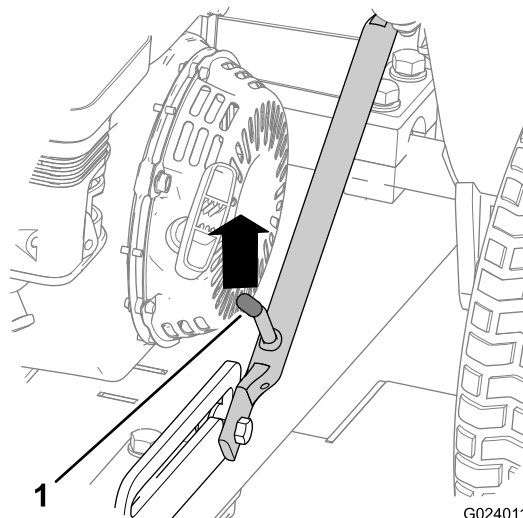
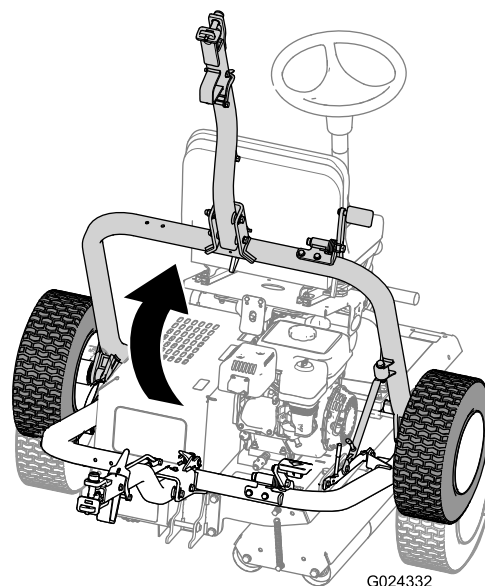

Рисунок 24
Рисунок 28
- A. Поднимайте сцепку, пока фиксирующий рычаг не выйдет из зацепления с прорезью защелки (Рисунок 24).
D. Поднимайте сцепку (Рисунок 28), пока фиксирующий рычаг не войдет в зацепление с прорезью защелки (Рисунок 24).